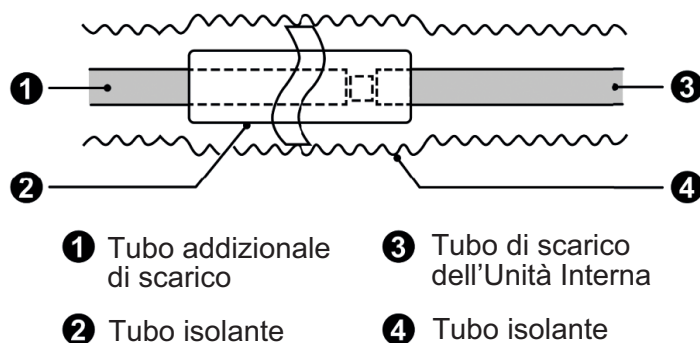

Fig. 4.3.1.1
- (9) Collegare il tubo di scarico della condensa in modo corretto, come mostrato in Fig. 4.3.1.2.